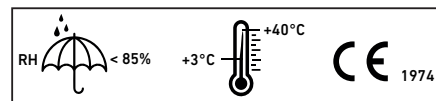

Abb. 1
- Schwenke die Kapsel im Winkel von 90° zum Bügelarm. (Bild 1)
Die PROTOS® Gehörschutzkapsel soll während der Lagerung vor extremen Temperaturen, direktem Sonnenlicht und Feuchtigkeit geschützt werden. Beachte die in der Abb. 1 angegebenen Werte. Eine Lagerung mit Schutz vor UV-Strahlung und Hitze, z.B. in der Lieferverpackung, beugt dem Altern des Materials vor. Sollten die Schalldämmeinlagen feucht geworden sein, so trocknen diese am besten, wenn sie mit nach oben gerichteter Kapselöffnung gelagert werden. Achte darauf, dass die Kissen während der Lagerung nicht gedrückt und das Bracket nicht gedehnt wird.